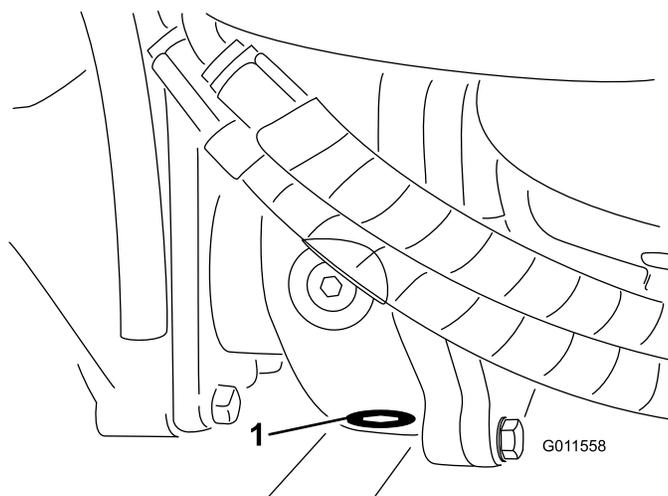

**Figure 93**
2. Nettoyez la surface autour des 3 bouchons de vidange, 1 à chaque extrémité et 1 au centre (Figure 93).